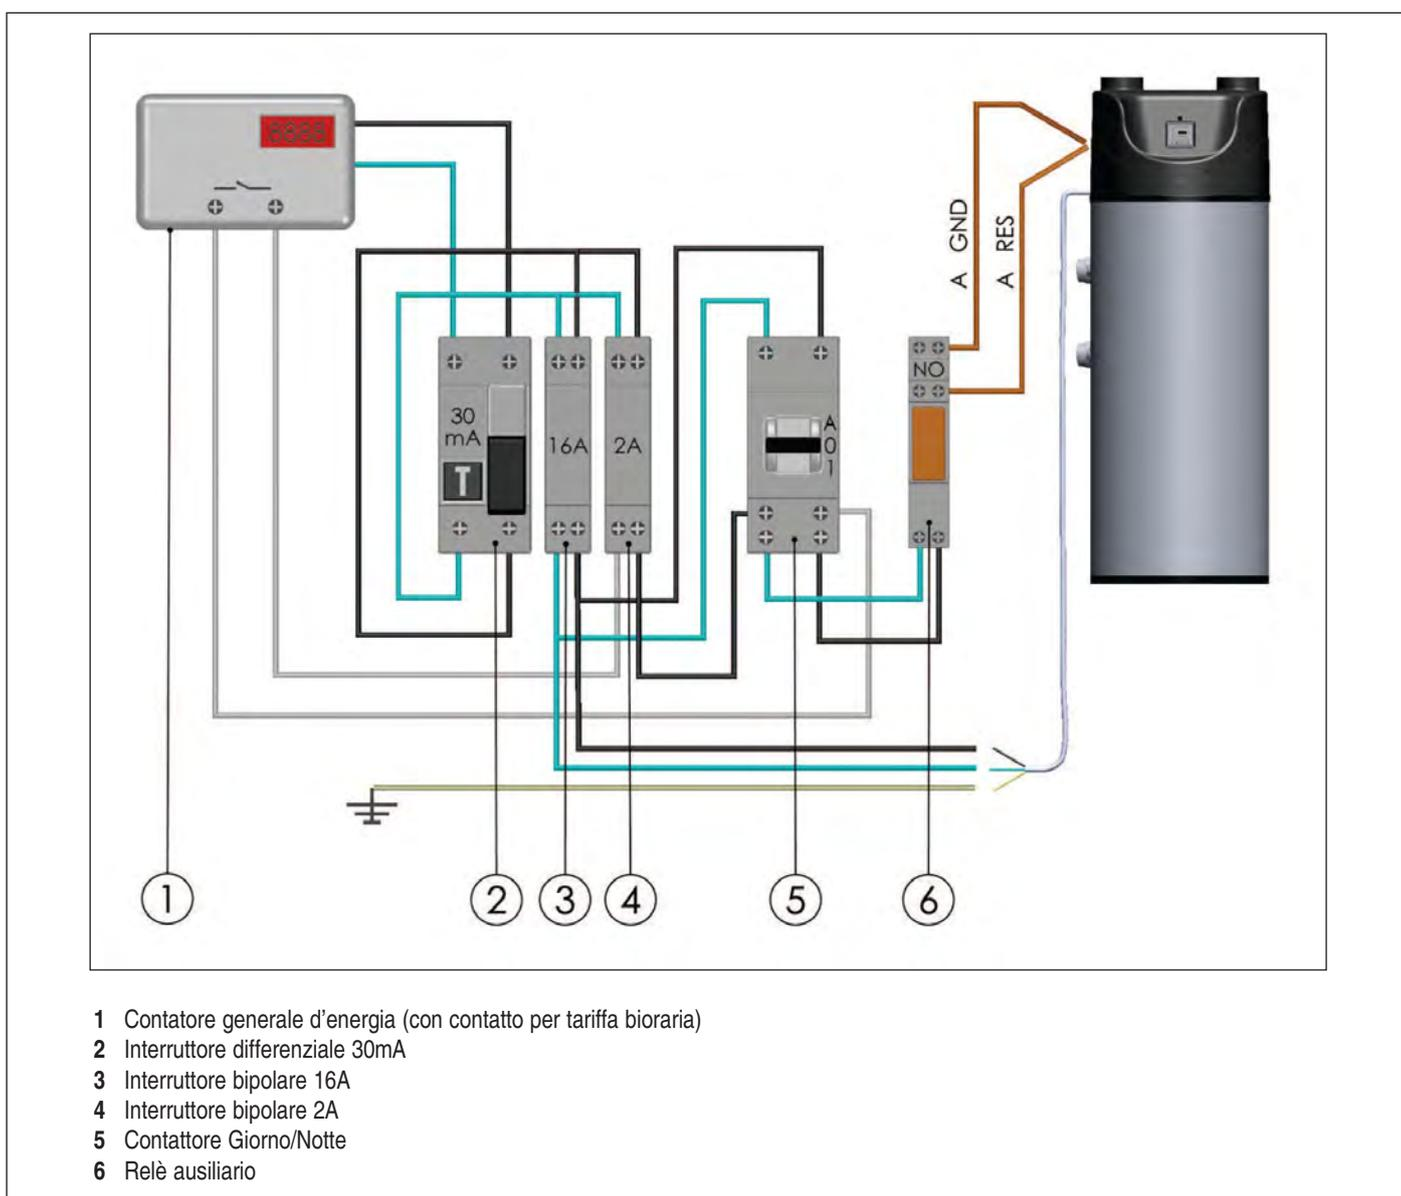

fig. 15
FUNZIONE ON/OFF PER ATTIVAZIONE RESISTENZA DA CONTATTO ESTERNO (fig. 15)
Nello schema esemplificativo (fig. 15), il Contattore Giorno/Notte (5), riceve l'informazione circa la convenienza della tariffa, direttamente dal Contatore Generale d'energia (1), e tramite il Relè (6) agisce sul contatto **RES-GND** presente su scheda.